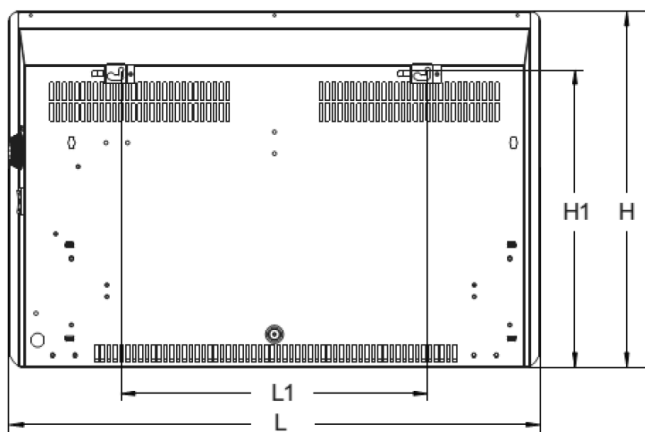
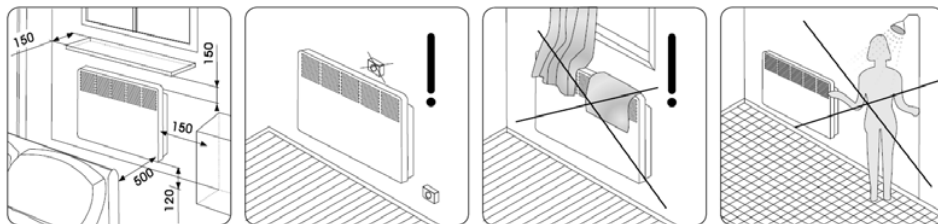

Рисунок 2
Рисунок 3
3. Определите место установки конвектора с соблюдением минимальных расстояний от предметов и пола в соответствии с рис. 2 и рис. 3.